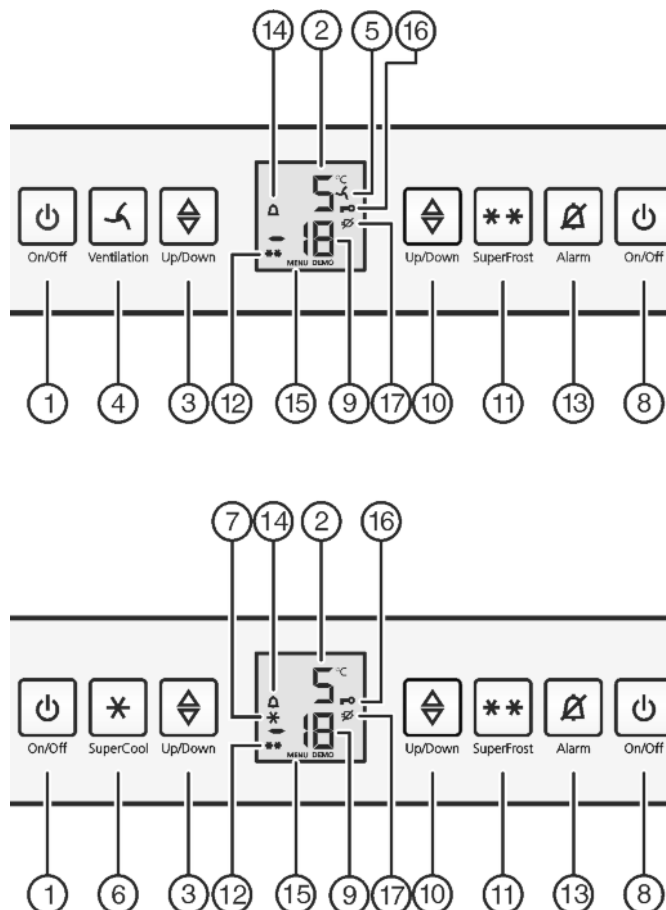

Fig. 2
- ▶ Taste On/Off Gefrierteil *Fig. 2 (8)* drücken.
- ▶ Taste On/Off Kühlteil *Fig. 2 (1)* drücken.
- ▶ Einstellmodus aktivieren: Taste SuperFrost *Fig. 2 (11)* ca. 5 Sekunden drücken.
- ▷ In der Anzeige wird das Symbol Menu *Fig. 2 (15)* angezeigt.
- ▶ Mit der Taste SuperFrost *Fig. 2 (11)* kurz bestätigen.
- ▷ Das Symbol Kindersicherung *Fig. 2 (16)* leuchtet in der Anzeige.
- ▶ Die Taste On/Off Gefrierteil *Fig. 2 (8)* kurz drücken.
- ▷ Das Symbol Kindersicherung *Fig. 2 (16)* erlischt.
Gleichzeitig blinkt die Temperaturanzeige und das Symbol Alarm *Fig. 2 (14)*.
Der Tonwarner verstummt automatisch, das Symbol Alarm *Fig. 2 (14)* geht aus und die Temperaturanzeige hört auf zu blinken, wenn die Temperatur wieder ausreichend kalt ist.
- ▶ Taste Alarm *Fig. 2 (13)* drücken.